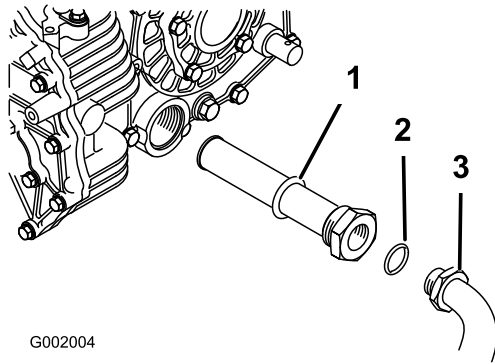

Figura 69
5. Retire el tubo hidráulico y el codo de 90° (Figura 69).